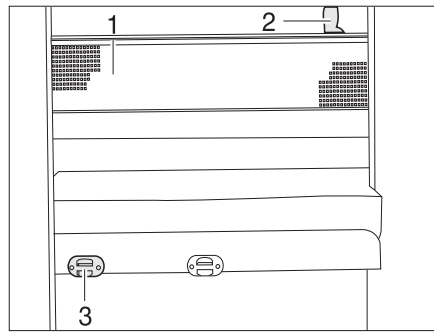

Fig. 124 Rete protettiva
- Agganciare la scaletta di accesso con i longheroni nell'apposito supporto (Fig. 124,3) al diaframma.
La rete protettiva (Fig. 124,1) è stivata sui modelli di serie tra il materasso e il telaio portamaterasso. Fissare la rete protettiva soltanto dopo che la persona si è già stesa nel letto.
- Fare innestare i nastri di sostegno (Fig. 124,2) nei supporti sul soffitto.